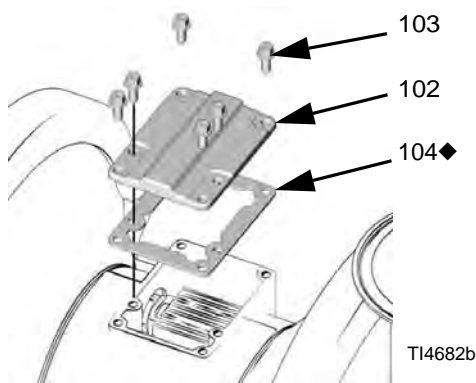

ABB.6
2. Mit einem Torx-Schraubendreher (T20) oder einem 7-mm-Steckschlüssel (9/32 Zoll) die sechs Schrauben (103), die Luftventilabdeckung (102) und die Dichtung (104) entfernen. Siehe ABB.6.